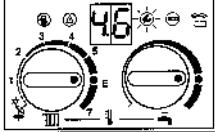

Рис. 53
- После отпускания сервисной клавиши высвечивает 5 секунд, напр. "4.6", после этого "00." или "01." и клавиша светится (рис. 53).